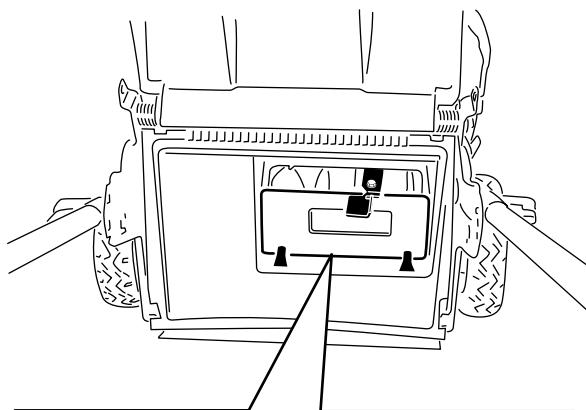
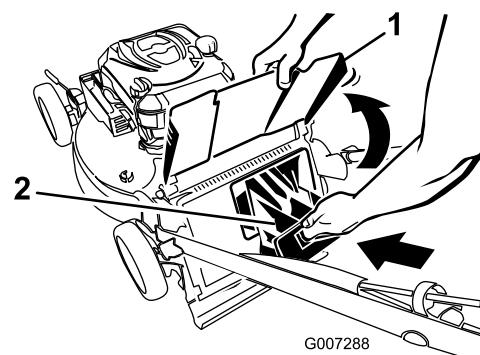

Figura 24
Figura 25
**Importante:** Verificate che il coperchio di scarico posteriore sia montato. Per bloccare il coperchio, premete con forza il coperchio finché non scatta in posizione dietro le linguette, e ruotate la leva sul coperchio a sinistra (Figura 24).
**Nota:** Per sbloccare il coperchio, ruotate la leva sul coperchio verso destra (Figura 24).
**Importante:** Verificate che il coperchio di scarico posteriore sia montato. Per bloccare il coperchio: Alzate il deflettore di scarico (Figura 25), premete con forza il coperchio finché non scatta in posizione dietro le linguette, e ruotate la leva sul coperchio a sinistra (Figura 24).